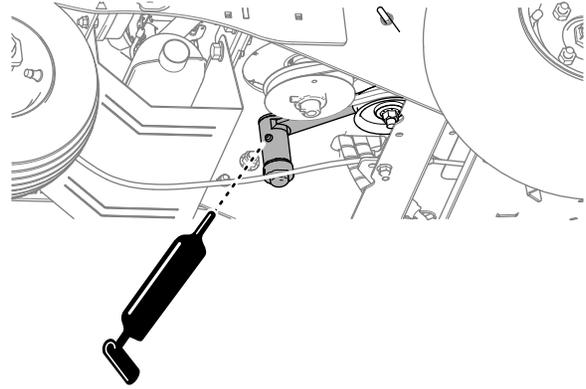

Figure 67
2. Au bas de la machine, nettoyez les graisseurs du pivot du tendeur de courroie avec un chiffon (Figure 67).
3. Raccordez une pompe à graisse aux graisseurs (Figure 67).